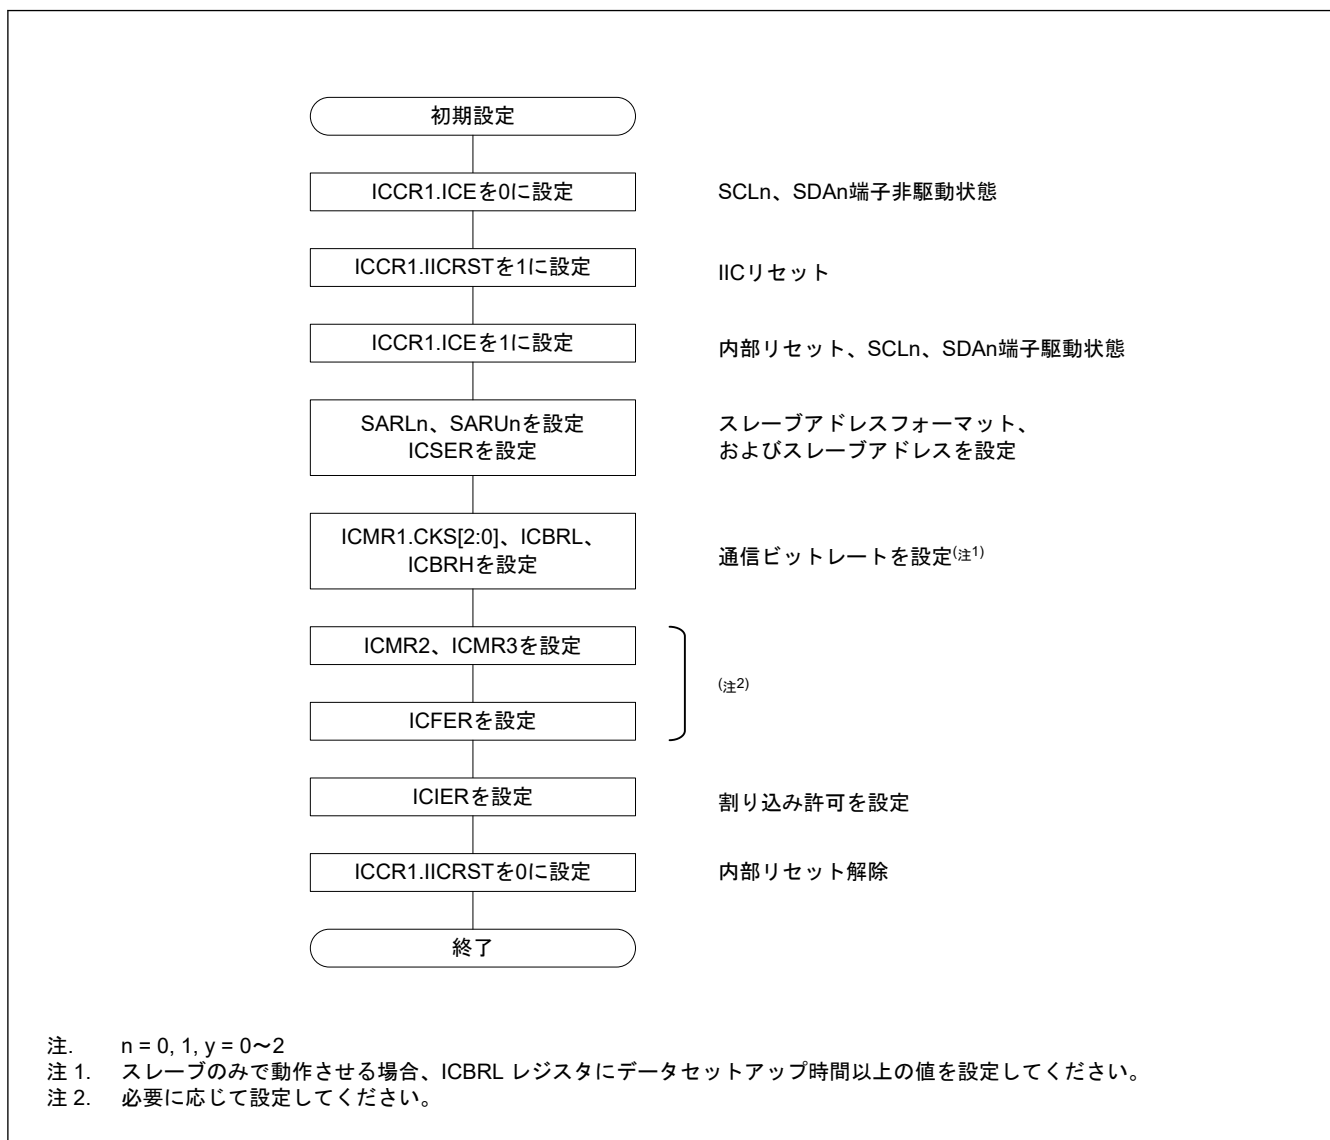

図 29.5 IIC の初期化フローチャート例
データの送受信を開始する前に、図 29.5 に示す手順に従って IIC を初期化してください。
- SARLy、SARUy、ICSER、ICMR1、ICBRH、および ICBRL レジスタ (y = 0~2) を設定し、必要に応じてその他のレジスタを設定します。IIC の初期設定については、図 29.5 を参照してください。